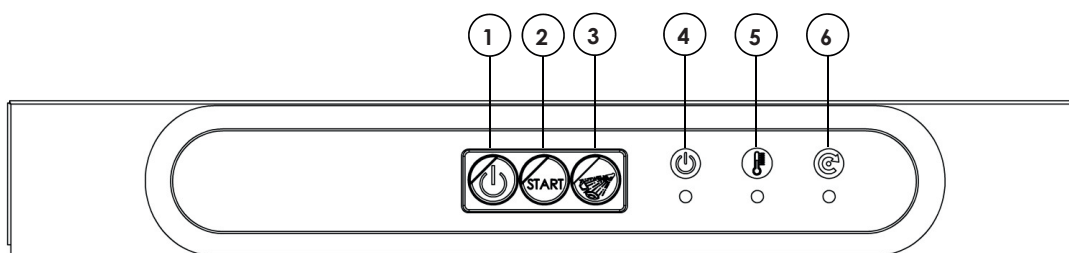
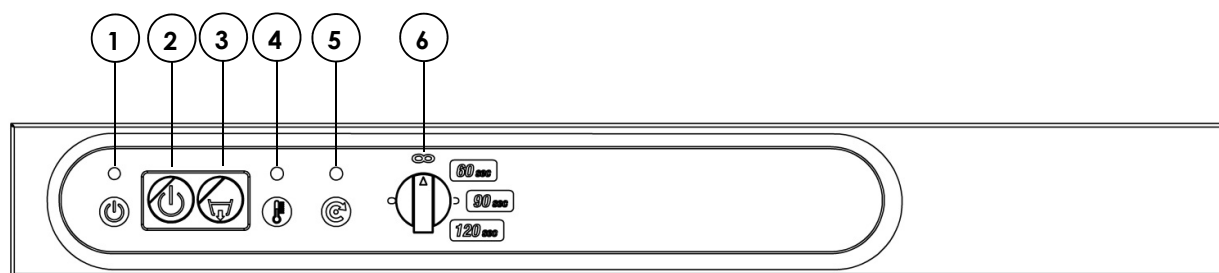

Fig. 14a
Fig. 14c
In fig. 14a, 14b, e 14c vengono riportati il pannello comandi della lavastoviglie e i riferimenti dei comandi in base al modello della lavastoviglie e alla presenza o meno della pompa di scarico.
Lavastoviglie a carico frontale (rif. fig. 14a o 14b)	Lavapiatti a cappotta (rif. fig. 14c)
5. Selezione tempi di lavaggio		<p>Prima di iniziare il lavaggio, selezionare il tempo di lavaggio desiderato con il SELETTORE TEMPI DI LAVAGGIO (6).</p> <p>Posiz. 1: Lavaggio 45 sec. Risciacquo 15 sec. Totale ciclo 60 sec.</p> <p>Posiz. 2: Lavaggio 75 sec. Risciacquo 15 sec. Totale ciclo 90 sec.</p> <p>Posiz. 3: Lavaggio 105 sec. Risciacquo 15 sec. Totale ciclo 120 sec.</p> <p>Posiz. O: La posizione O è una posizione speciale che FISSA la funzione in corso della lavastoviglie:</p> <ul style="list-style-type: none"> <li>- se la macchina è in lavaggio, continuerà il lavaggio all'infinito;</li> <li>- se la macchina è in risciacquo, continuerà il risciacquo all'infinito;</li> <li>- se la macchina è in sosta, non potrà partire aprendo e chiudendo la cappotta.</li> </ul>
6. Lavaggio	<p>Aprire la porta, introdurre il cestello con le stoviglie (assicurandosi che la disposizione delle stoviglie rispetti quanto descritto nel par. 3.4 – PARTE SECONDA), chiudere la porta e premere il PULSANTE PARTENZA CICLO (2) per avviare la fase di lavaggio: la SPIA CICLO INSERITO (6) si accende.</p> <p>Il ciclo termina quando si spegne la SPIA CICLO INSERITO (6)</p>	<p>Alzare la cappotta, introdurre il cestello con le stoviglie (assicurandosi che la disposizione delle stoviglie rispetti quanto descritto nel par. 3.4 – PARTE SECONDA), abbassare la cappotta e premere il maniglione di chiusura della cappotta verso il basso: la SPIA CICLO INSERITO (5) si accende.</p> <p>Il ciclo di lavaggio/risciacquo inizia automaticamente.</p> <p>Il ciclo termina quando si spegne la SPIA CICLO INSERITO (5)</p>
7. Risciacquo supplementare	<p>Se la lavastoviglie è predisposta per l'attivazione manuale del risciacquo (fig. 14a) e se si desidera effettuare un ulteriore risciacquo, tenere premuto il PULSANTE RISCIAQUO MANUALE (3) per il tempo desiderato di risciacquo</p>
1. spegnere la lavastoviglie con l'INTERRUTTORE DI ACCENSIONE (1 figg. 14a, 14b o 2 fig. 14c)